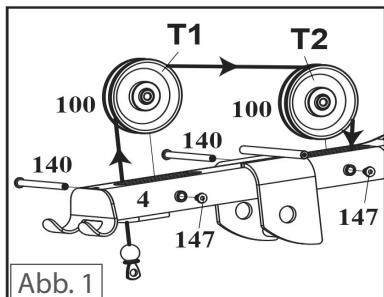

Abb. 1
11. Abbildung 1: Lösen Sie eine der beiden kleinen Muttern vom Gewinde des Kupplungskabels (71) und schieben Sie den kleinen Gewindeschacht durch die Öffnung am Hauptrahmen (1). Schrauben Sie das Ende des Kabels (71) in die Aufnahme am Sitzrahmen (11) und drehen Sie die vorher gelöste Mutter wieder fest.
12. Schieben Sie je eine Plastikkappe (104) auf beide Seiten der Schaumstoffrollenhalterung am Sitzrahmen (11), mit der flachen Seite nach außen. Schieben Sie ein Schaumstoffpolster (65) auf jede Seite der Schaumstoffrollenhalterung, decken sie mit jeweils einer Aluminiumkappe (105) ab und befestigen die Teile mit jeweils einer Schraube (149). Ziehen Sie die Schrauben fest an.
1. Abb. 1: Führen Sie das Gewinde-Ende des oberen Kabel (82) von unten durch die Öffnung am vorderen Ende des oberen Rahmens, über die Umlenkrollen T1 und T2 über den Rahmen. Montieren Sie die Umlenkrollen T1 und T2 am oberen Rahmen mit je einer Inbusschraube (140) und einer Außengewindeschraube (147).